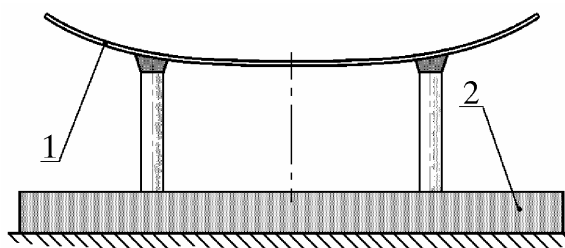

Рис. 7. Установка стекла на подставку:
6.1. Уложить стекло 1 (рис. 7) на ложементы подставки 2 выпуклой стороной вниз (подставка технологическая).